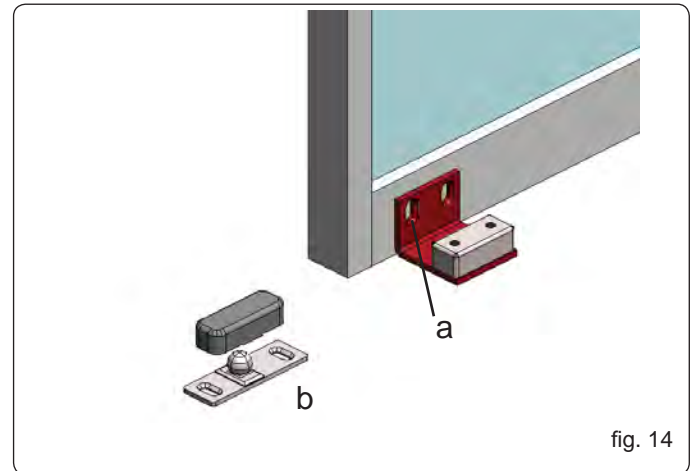

fig. 14
- Säkra glidblocken enligt Fig. 14 ref.a, med skruvar.
- Säkra glidblocken till golvet, enligt anvisningarna i Fig. 14 ref. b, med expansionspluggar och skruvar.